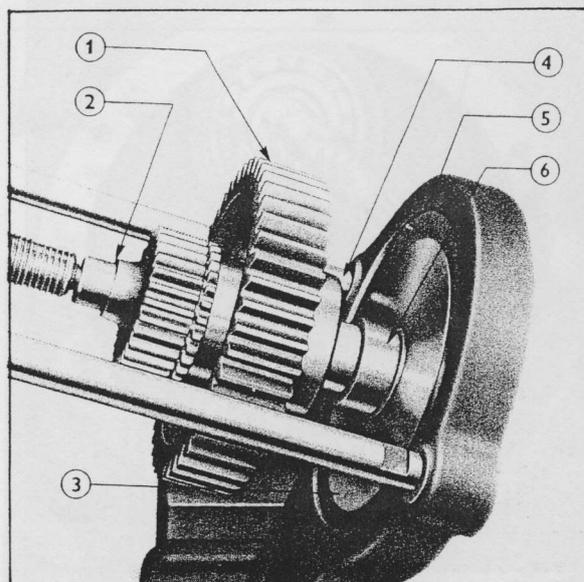

Fig. 14 = Repose du Manchon de Joint d'étanchéité d'Arbre de Sortie secondaire
v) Séparer l'ensemble/arbre de l'outil; positionner le manchon de joint d'étanchéité sur l'arbre (l'extrémité chanfreinée du manchon tournée en sens opposé par rapport au roulement) puis replacer ce nouvel ensemble sur l'outil principal T.7000 (Fig. 14). Enfoncer à force le manchon de joint d'étanchéité pour qu'il vienne buter contre le roulement.